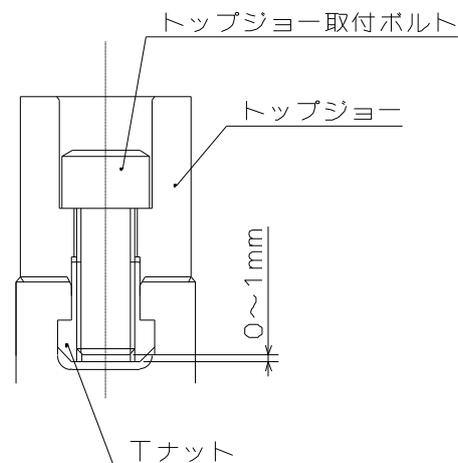

図 16
- ジョー取付ボルトの T ナットに対するねじ込み深さが浅いと、T ナットが破損し、ジョーや工作物が飛散して危険。取付ボルトが長すぎて T ナット底面から突き出ている場合も、トップジョーが固定されないため、ジョーや工作物が飛散して危険。従って、ジョー取付ボルトの全長は T ナットの底面より 0~-1mm 程度とすること。(図 16 参照)